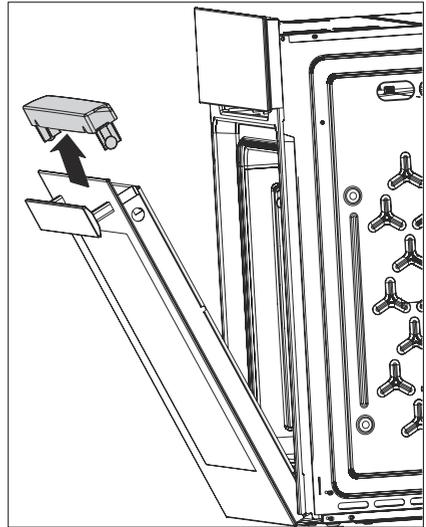

Рис. 33
9. ➔ Снимите верхнюю пластиковую часть дверцы (Рис. 33).